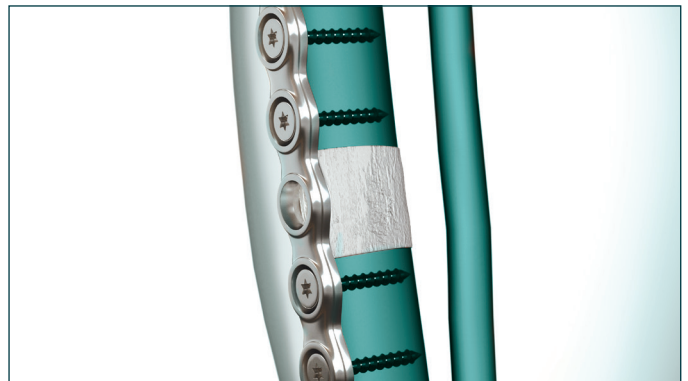

Fig. 6
5. Portare a termine l'inserimento delle viti secondo il programma preoperatorio (Fig.6).